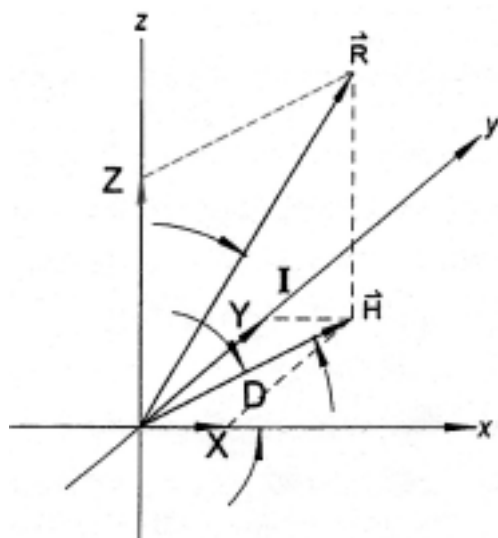

図3 FGM-4DTAM の磁場ベクトル表現
磁場はベクトルです。空間の中のどんな点でも磁場に大きさと方向があります。図 3 にそれを示します。ベクトルは通常ベクトルの方向を示す矢で、視覚的に表示します。ベクトルの大きさと比例した線の長さであらわします。磁場ベクトルは、お互いに直角な角度の 3 つの成分、ベクトル X、Y と Z に分けることができます。これらは、ベクトルの直交成分と呼ばれています。ベクトルの大きさ、または合成された (R) は、それぞれのベクトル成分の大きさを 2 乗し、その和を取り、その和の平方根で決定します。ベクトルは、その大きさ R と角度 D と I で表現できます。これはその極座標成分と呼ばれています。